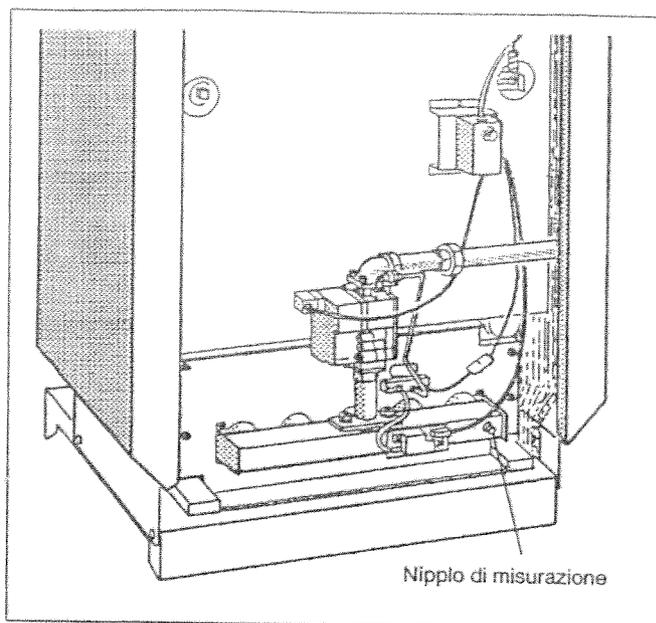

Fig. 21: Bruciatore di gas
- Allentare di due giri la vite di chiusura del nipplo di misurazione sul tubo di distribuzione del gas (Fig. 21).